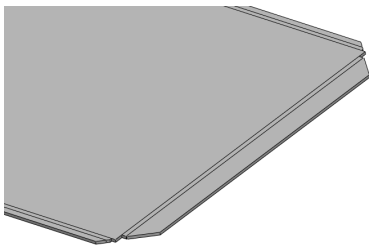

图 13-69 创建镜向特征效果
(22) 单击【镜向】按钮，弹出【镜向】属性管理器，选取上视基准面和两个切除特征，单击【确定】按钮，即可创建镜向特征，如图 13-69 所示。